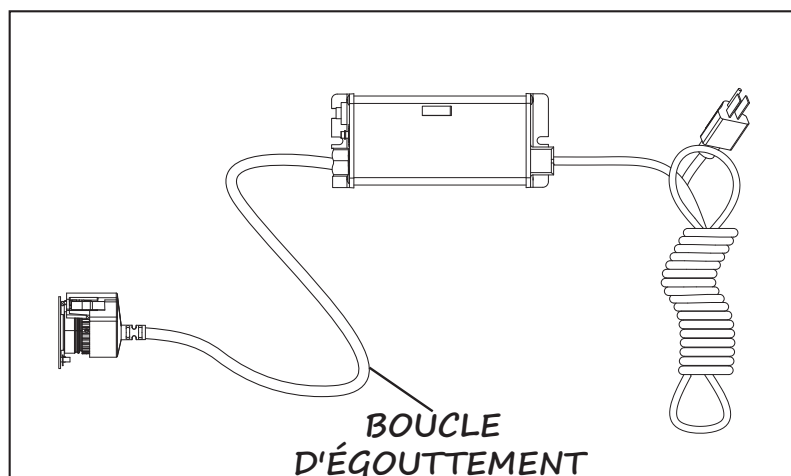

Figure 5 Boucle d'égouttement
- Le dispositif de commande devrait être monté soit au-dessus, soit à côté de la chambre. Montez toujours le dispositif de commande à l'horizontal pour éviter que l'humidité coule le long du cordage et provoque un incendie. Des boucles d'égouttement dans tout le cordage branché au dispositif de commande sont hautement recommandées. Consultez la Figure 5.
4. Montez le dispositif de commande VIQUA ICE horizontalement au mur, à côté de la chambre à UV. Dans l'idéal, placez le dispositif de commande au-dessus de la chambre et loin de tout point de branchement d'eau, pour éviter toute fuite potentielle d'eau sur le dispositif de commande au moyen d'une fuite au niveau d'un point de connexion ou d'un système « transpirant ». Assurez-vous d'avoir laissé une « boucle d'égouttement » comme indiqué dans la Figure 5 sur la lampe, le capteur et le cordon d'alimentation, à nouveau, pour empêcher l'eau de pouvoir entrer dans le dispositif de commande.